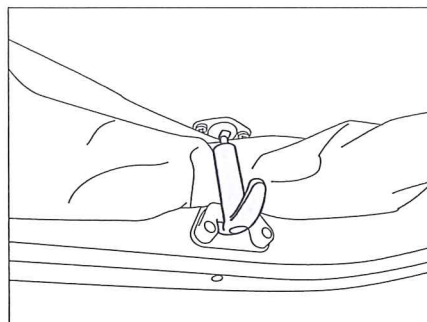

Bild 65 Säkring fälltak
- Lossa säkringarna (Bild 65) genom att dra i dem.
- Dra säkringarna (Bild 65) lätt neråt och haka i dem.